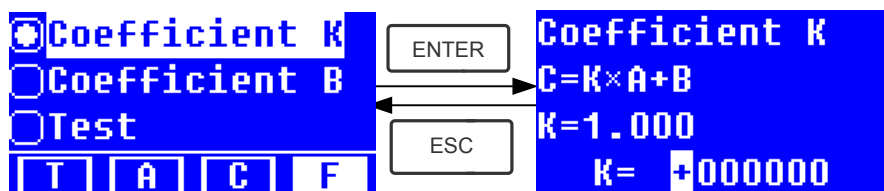

Fig. 4-18
- Utiliser les flèches pour sélectionner "Coefficient K" et presser **Error! Objects cannot be created from editing field codes.** pour entrer dans le menu de réglage. (Fig. 4-18) ; Entrer tous les chiffres de K avec les flèches et presser **Error! Objects cannot be created from editing field codes.** pour confirmer. Quand le dernier chiffre est terminé, le système retourne au menu précédent.